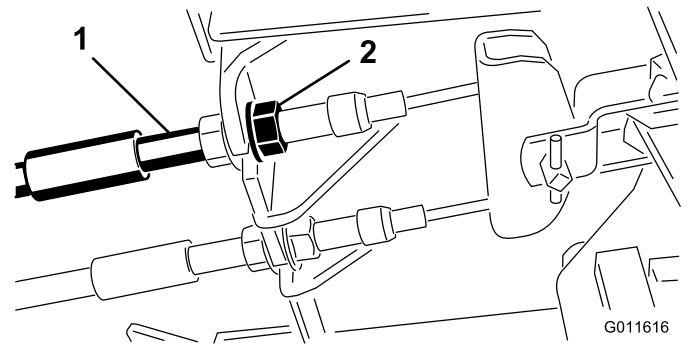

Figura 69
1. Per ridurre il gioco dei pedali del freno, stringete i freni allentando il dado anteriore sull'estremità filettata del cavo del freno (Figura 69).